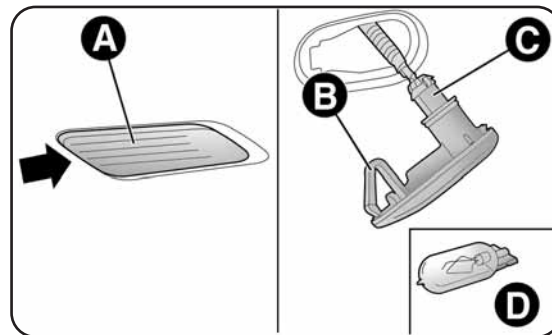

fig. 19
- agir sur le transparent A-fig. 19 de façon à comprimer le ressort intérieur B, puis déboîter le groupe vers l'extérieur ;